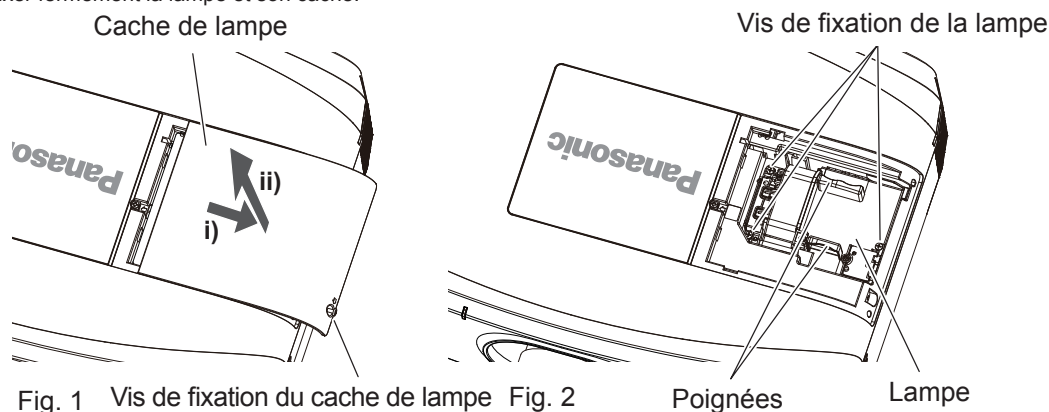

Fig. 1 Vis de fixation du cache de lampe Fig. 2 Poignées Lampe
- Retirez le cache de lampe. (Fig. 1)**